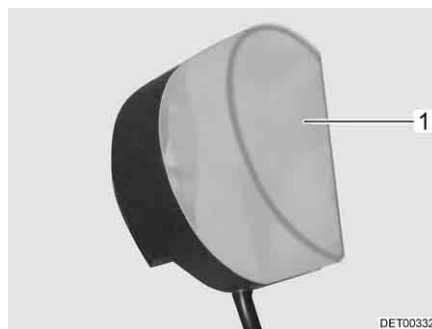

Fig. 246 Eclairage de la penderie
- Enfoncer légèrement le couvercle de la lampe (Fig. 246,1) et le retirer.